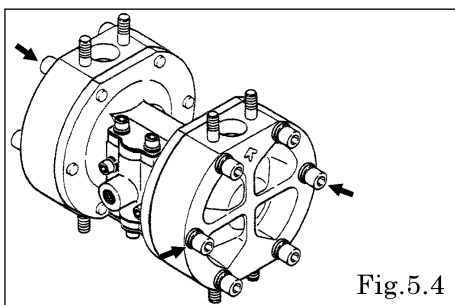

Fig.5.4
- ・アウトチャンバー取付ボルト 12 か所を外し、アウトチャンバーを取り外す。〔Fig.5.4〕